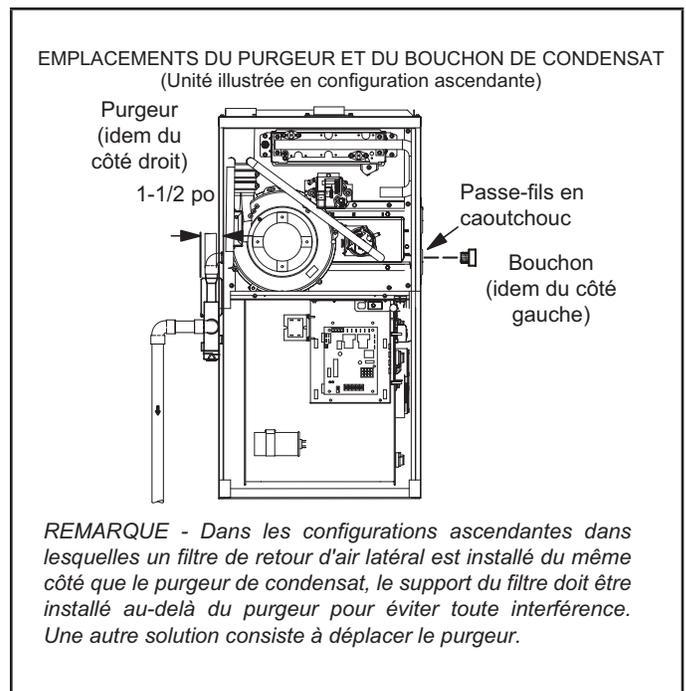
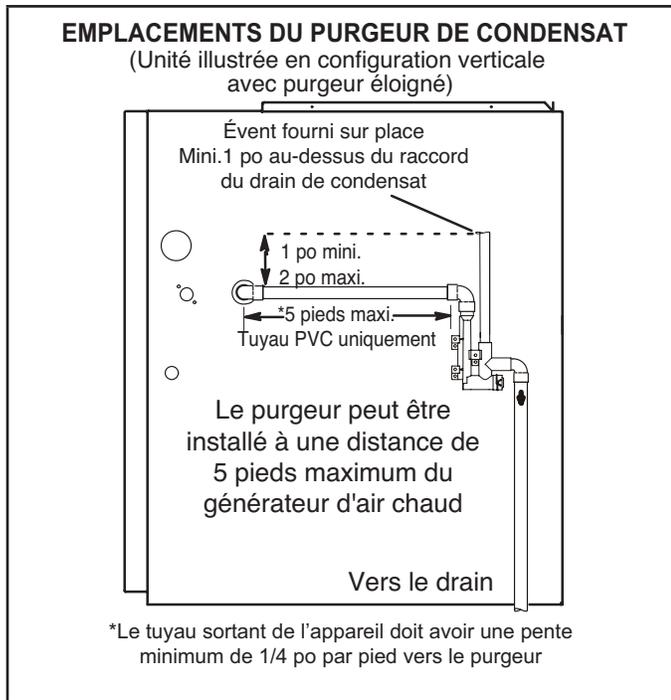
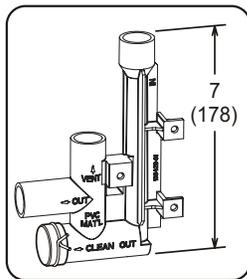

Figure 45
Figure 47
Figure 53
Cette unité est prévue pour une sortie à gauche ou à droite du tuyau de condensat en configuration ascendante. En configuration horizontale, le purgeur de condensat doit se prolonger en dessous du générateur. Prévoyez un dégagement d'entretien de 8 po pour le purgeur. Reportez-vous à la Figure 45 et à la Figure 47 pour les emplacements du purgeur de condensat. La Figure 53 illustre le purgeur avec un tuyau en PVC de 1/2 po ou de 3/4 po.
- 2 - Utilisez un grand tournevis plat ou une douille de 1/2 po pour retirer le capuchon (Figure 45) du boîtier du collecteur de l'extrémité froide à l'emplacement approprié sur le côté de l'appareil. Installez un coude de 3/4 po NPT sur le boîtier du collecteur de l'extrémité froide. Utilisez de l'adhésif au Téflon ou un enduit d'enrobage approprié.
- 3 - Installez le bouchon sur l'ouverture de nettoyage à la base du purgeur. Fixez avec le collier. Reportez-vous à la Figure 53.
- 4 - Installez le purgeur à l'aide des raccords PVC appropriés et scellez tous les joints. Collez le purgeur fourni comme illustré à la Figure 53. Acheminez le conduit de condensat jusqu'à un drain ouvert. La conduite de condensat doit maintenir une pente descendante de 1/4" entre l'appareil et le drain.